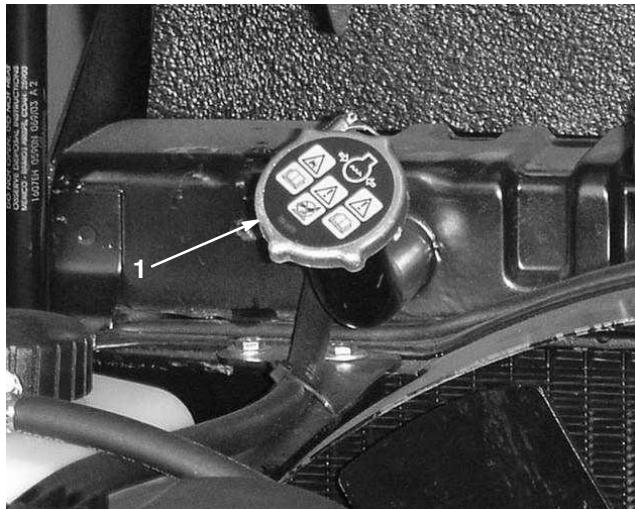
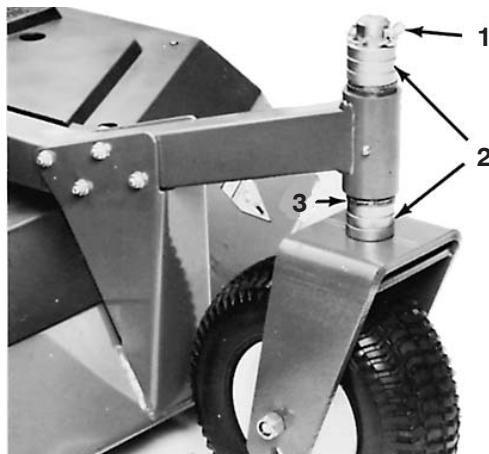

Figure 9
Figure 14
- Si vous ajoutez de grandes quantités de solution, retirez le bouchon du radiateur (Fig. 9) et remplissez-le jusqu'à ce que le niveau du liquide de refroidissement dépasse le faisceau du radiateur et arrive à environ 25 mm en dessous de la base du goulot de remplissage.
4. Sur tous les autres ensembles roues pivotantes, retirez la goupille à anneau des axes de fourches (Fig. 14). Déposez l'ensemble axe de fourche et entretoise du bras de pivot (Fig. 14). Placez des entretoises sur l'axe de pivot à la hauteur de coupe voulue et posez l'axe de fourche dans le bras (Fig. 9). Posez les entretoises restantes sur l'axe et fixez les ensembles avec la goupille à anneau (Fig. 14).